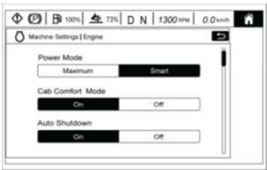

Fig. 6
6. Pour travailler tout en optimisant la consommation de carburant et l'efficacité opérationnelle, il est recommandé de sélectionner le mode « Smart » (fig. 6). Ce mode permet de fonctionner à bas régime moteur sans compromettre la performance de poussée. Il est particulièrement adapté à la manipulation de matériaux meubles et secs. Pour déplacer des matériaux plus résistants, vous pouvez passer au mode « Maximum ».